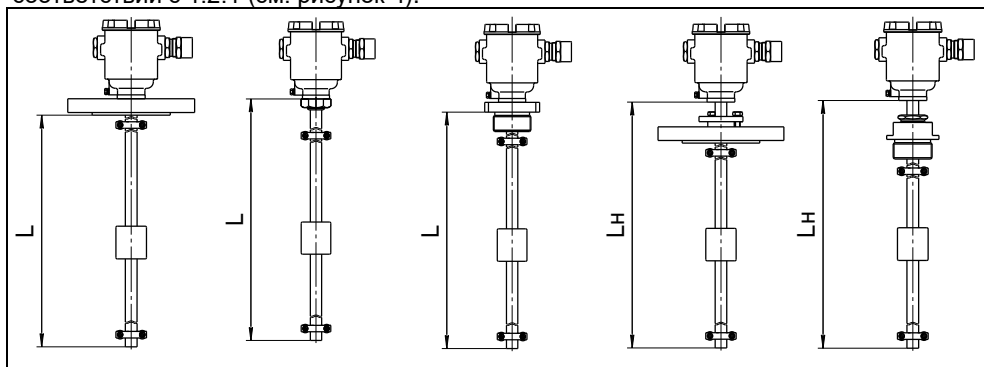

Рисунок 4
1.4.5 Преобразователи могут изготавливаться с длиной направляющей в соответствии с 1.2.1 (см. рисунок 4).